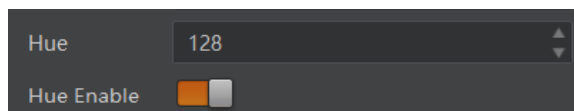

图12-7 调节色调
3. 在 *Hue* 参数中输入需要设置的数值，参数范围为 0 ~ 255，如图 12-7 所示。